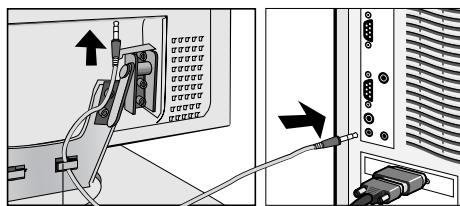

Abbildung A.1
2. Entfernen Sie die Anschlussabdeckung und die Kabelabdeckung. Verbinden Sie das Audiokabel mit der Buchse auf der Rückseite des Monitors, die mit „AUDIO INPUT“ beschriftet ist, und mit der Buchse „Audio out“ am Computer. Platzieren Sie das Audiokabel unter Clip B (**Abbildung A.1**).